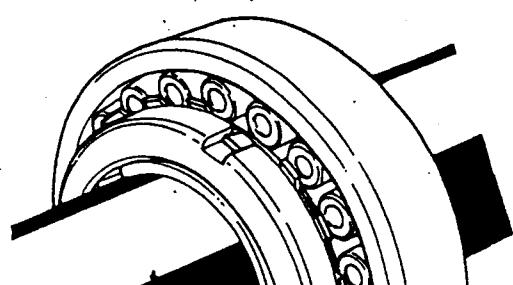

図12
(8) 軸受のすきまが所定のすきまであることを確認した後、ナットの外周の切欠きに合致した座金の爪を1枚曲げてセットする(図12参照)。このとき切欠き部分を合わさため、ナットを戻してはならない。